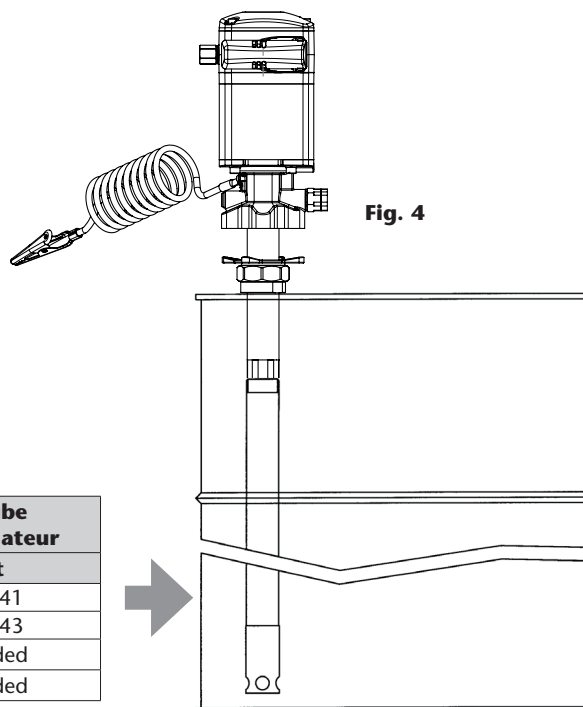

Fig. 4
- Montage direct sur fût ou citerne, en utilisant l'adaptateur de bonde réglable (360002). Vissez le tube d'aspiration approprié au clapet de pied de la pompe (voir Fig. 4). Vissez l'écrou de l'adaptateur de bonde à la bonde 2" située sur le couvercle du fût ou de la citerne. Insérez le tube d'aspiration à travers la bonde à la hauteur désirée, et vissez l'adaptateur avec l'écrou en étoile pour bloquer la pompe.